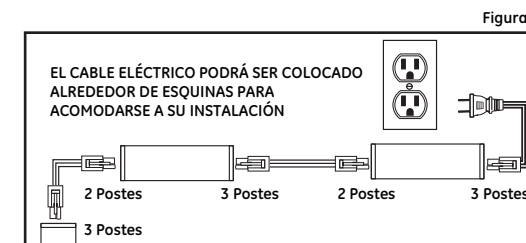
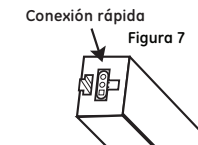

Figura 6
Figura 7
1. Se pueden conectar dispositivos adicionales con el cable de conexión rápida de 18" (45,72 cm) provisto con el kit de instalación. Se puede interconectar un máximo de 40 dispositivos juntos. Ver **Figura 6** y **Figura 7**. (Para obtener las especificaciones eléctricas, consulte la etiqueta del producto ubicada en el dispositivo.)
2. Conecte el cable de conexión rápida en el enchufe y el conector de conexión rápida de tres clavijas al dispositivo más cercano al tomacorriente. Ver **Figura 6** y **Figura 7**.